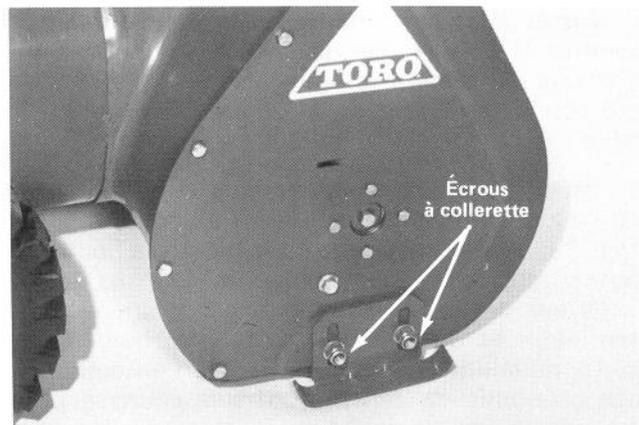

Figure 31
1. Disposez la déneigeuse sur une surface plane et de niveau. Desserrez ensuite les quatre écrous à collerette (Fig. 31) fixant les deux patins aux plaques latérales du logement de tarière. Les patins doivent pouvoir coulisser vers le haut et vers le bas.
4. Desserrez les quatre écrous à collerette (Fig. 31) retenant les patins aux plaques latérales du logement de tarière. Descendez ensuite les patins pour que la tarière soit aussi loin que possible de la surface plane et de niveau, puis serrez les écrous à collerette.